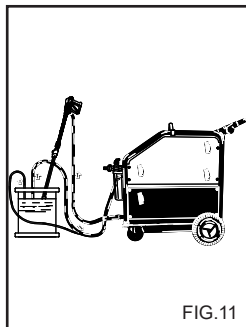

FIG.11
**ANVENDELSE AF FROSTVÆSKE (fig. 11)**